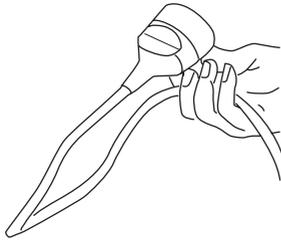

Fig. 20
1. Certifique-se de que o interruptor para ligar/desligar (8) se encontra na posição desligada.
2. Dobre o cabo de extensão para trás, cerca de 30 cm a partir da extremidade, conduza a argola pelo orifício (6) e prenda a argola sobre o dispositivo de alívio de tensão do cabo (5); puxe delicadamente pelo cabo para garantir que está firmemente fixo. (Fig. 20, 21).